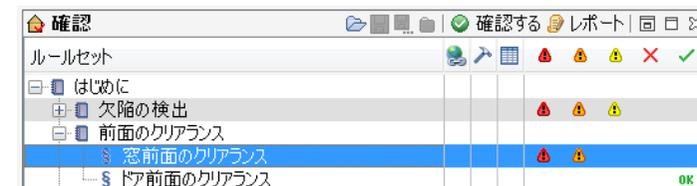

図 4 9 窓前面のクリアランスのルール
- 1) 確認ビューから「前面のクリアランス」を開き、「窓前面のクリアランス」を選択します。(図 4 9 を参照)